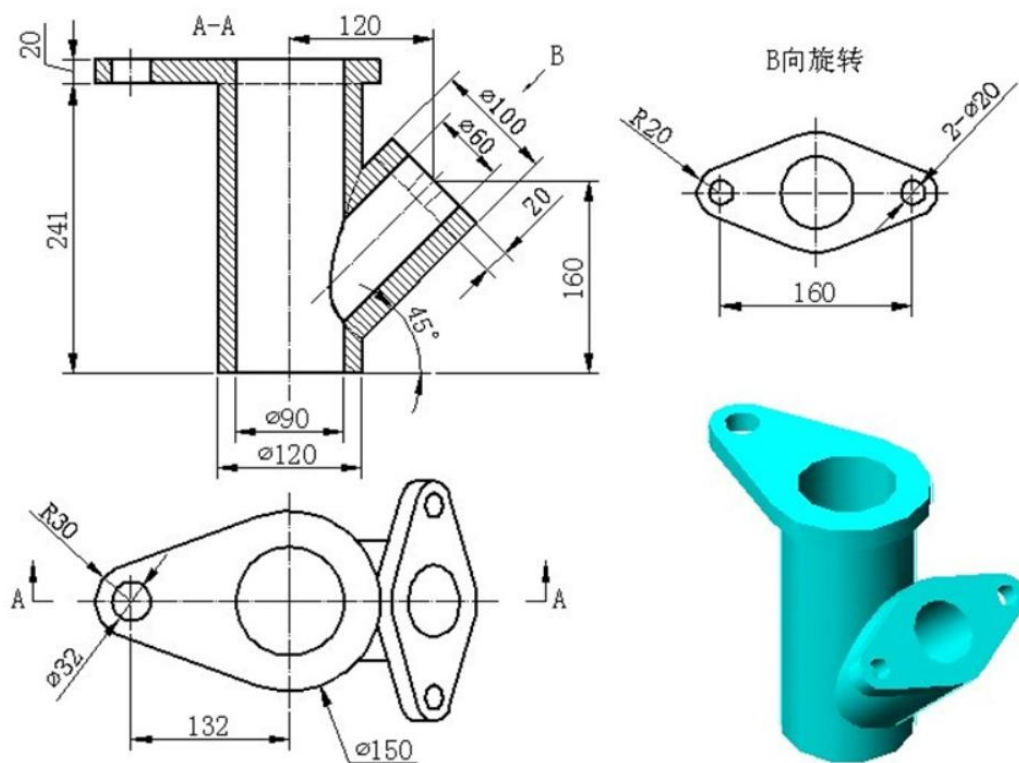

图 J1-8 三维零件 8
①在盘下建立考生文件夹，文件夹名称为“场次-工位号”，所有文件必须保存在考生文件夹中，否则记零分；
②文件名称为“J1-8”，保存在考生文件夹中；
③根据图 J1-8 所示尺寸完成三维建模；
④隐藏草图和创建的基准平面；
⑤考试过程中注意保存，考核结束时考试应立即停止操作，不得关闭电脑，离开考场。
(2) 实施条件